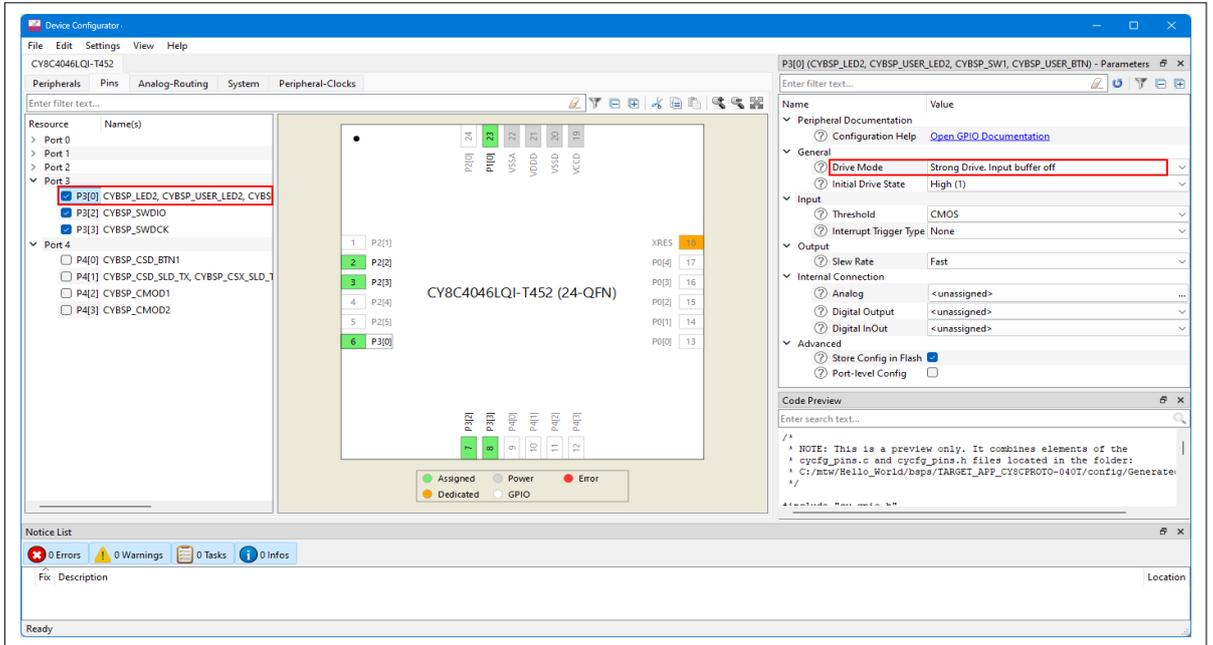

図 23 GPIO の設定
3. **Resource Categories** ペインの **Pins** タブに移動して、キットのユーザー LED に接続されている GPIO を設定してください。別の PSOC™ 4 キットを使用している場合は、表 8 を参照してください。図 23 に示すように GPIO を設定してください。